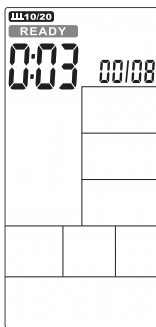

FIGURA 24
2. El tiempo del ciclo cuenta hacia atrás de 3 a 0, luego el monitor se inicia, el zumbador suena una vez por segundo y READY parpadea una vez por segundo, mostrando la cuenta '00/08' (Figura 24).